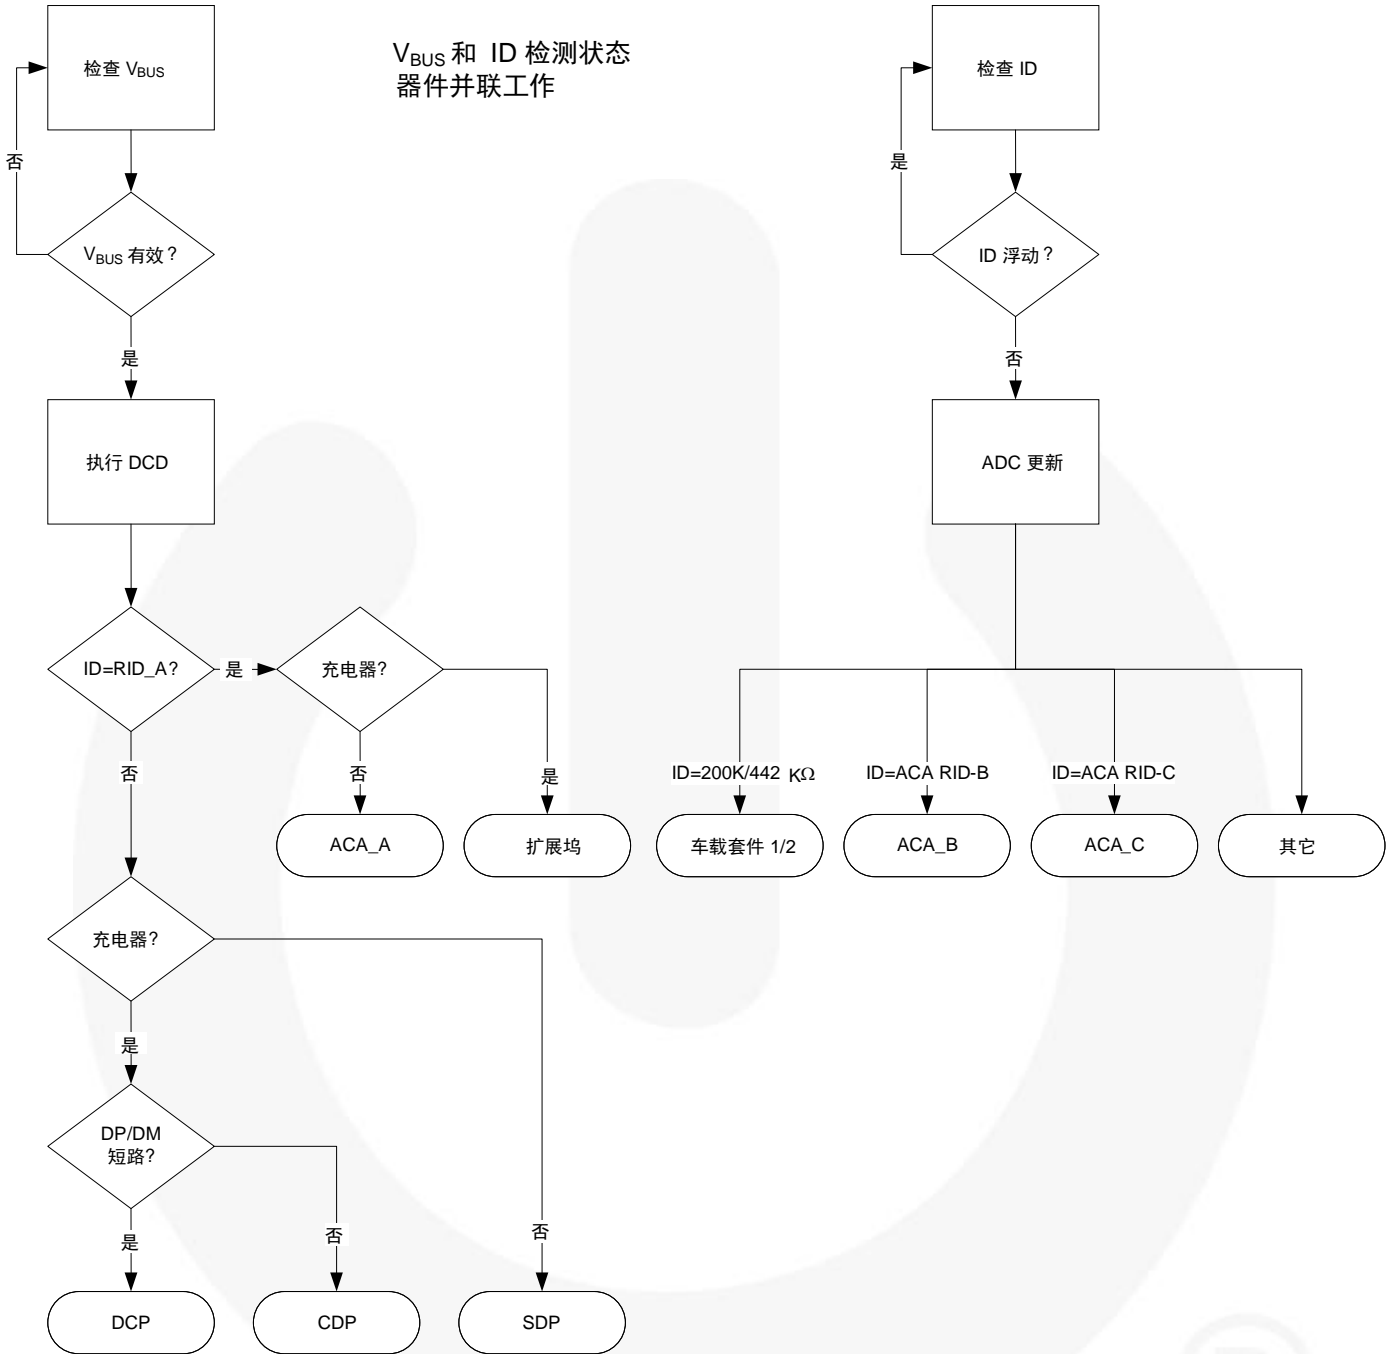

图 5. 附件状态检测器件流程图
USB 检测流程见图 5。注意，Control 寄存器中的 INTB Mask 位在复位或上电后必须清零，之后 FSA9285A 才能发出中断信号。可通过写入中断屏蔽寄存器使能独立中断屏蔽位 (详见图表 6)。
3. 图 5 表示在有效 V_{DDIO} 电源电压下工作。图 5 不表示无电电池充电 (DBP) 详情请参见 9 部分。